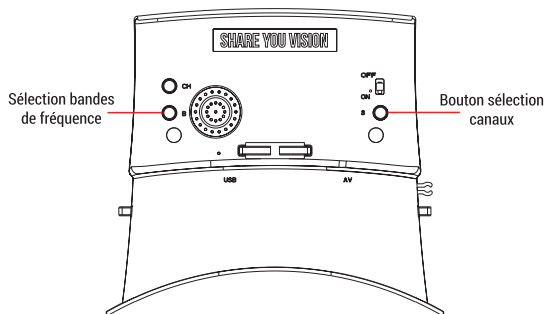

Figure 2: Casque FPV
2) **Changer manuellement la fréquence de réception du casque FPV (Figure 2)**: